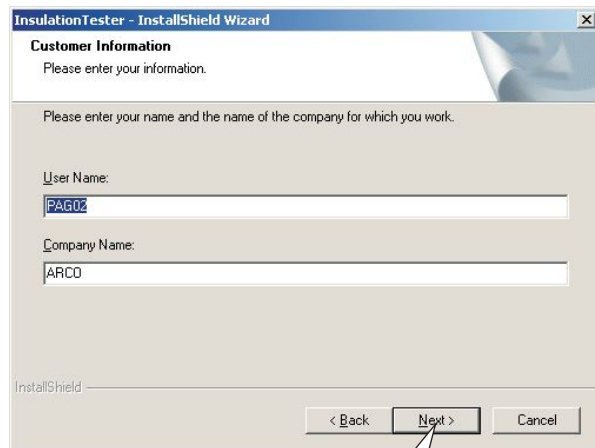

图2
- 输入你的用户名和公司名称，点击“Next”进入下一步，如图2: